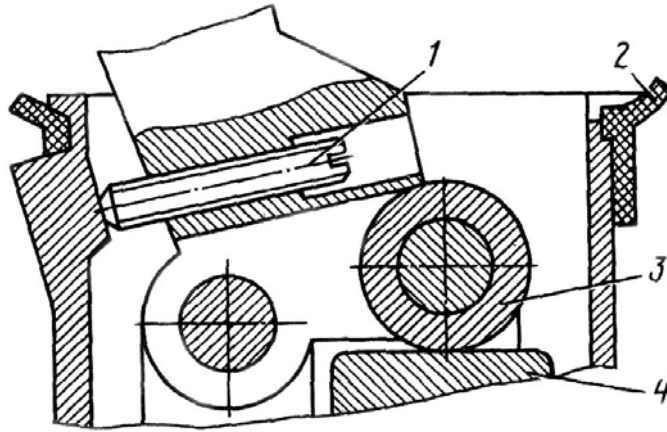

Рис.78. Схема регулировки рычага тормозного крана:
6. Завернуть регулировочный винт 1 (рис.78) рычага до упора в корпус рычага так, чтобы не было зазора между роликом 3 и толкателем 4. Перед установкой винта нанесите на него герметик.